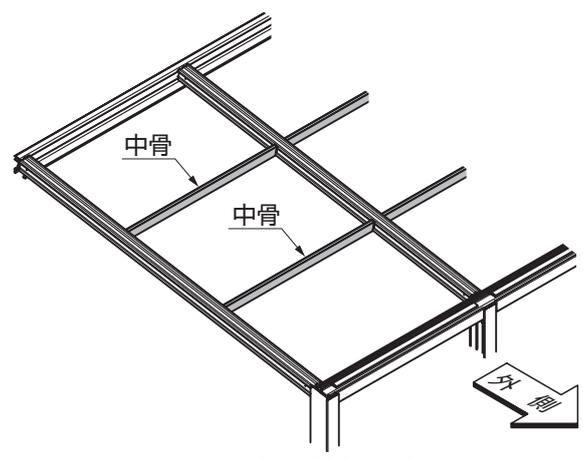

図11-5 積雪地域用の場合
- 積雪地域用の場合は、中骨の本数が異なります。(表11-1、図11-5参照)